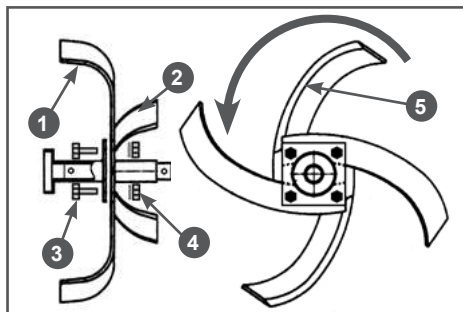

Рис. 2 Сборка правой внутренней фрезы
1. Установите ножи фрез на квадратные фланцы осей фрез. Установку ножей нужно начинать с внутренней оси (Рис. 2). Для примера на Рис. 2
показана установка ножей на правую внутреннюю ось. В первую очередь на фланец устанавливаются правые ножи 2 (имеющие изгиб в сторону от коробки передач), затем устанавливаются левые ножи 1 (имеющие изгиб в коробке передач) (Рис. 2).
2. Закрепите ножи на фланце оси с помощью болтов 3 и шайб с гайками 4 (Рис. 2).
Ножи должны быть установлены так, чтобы лезвия 5 ножей врезались в землю при движении мотокультиватора вперед (Рис. 2).